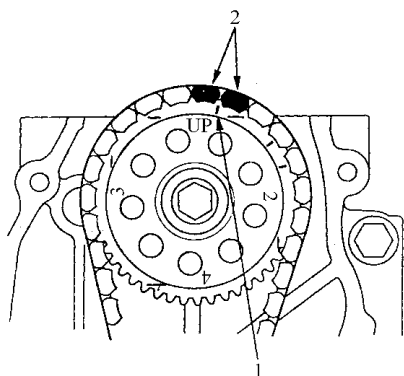

图 2-82 安装正时链
- 5) 将正时链安装到凸轮轴链轮上, 如图 2-82 所示, 指针 1 要与两块白色片 2 的中心对齐(L12A3 型发动机)。